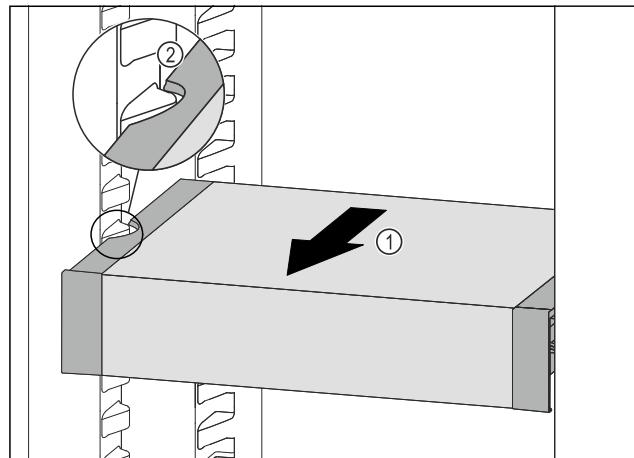

Fig. 126
- VarioSafe nach vorne ziehen Fig. 126 (1), bis sich die seitlichen Aussparungen des VarioSafes auf Höhe der Behälterippe im Kühlteil befinden. Fig. 126 (2)